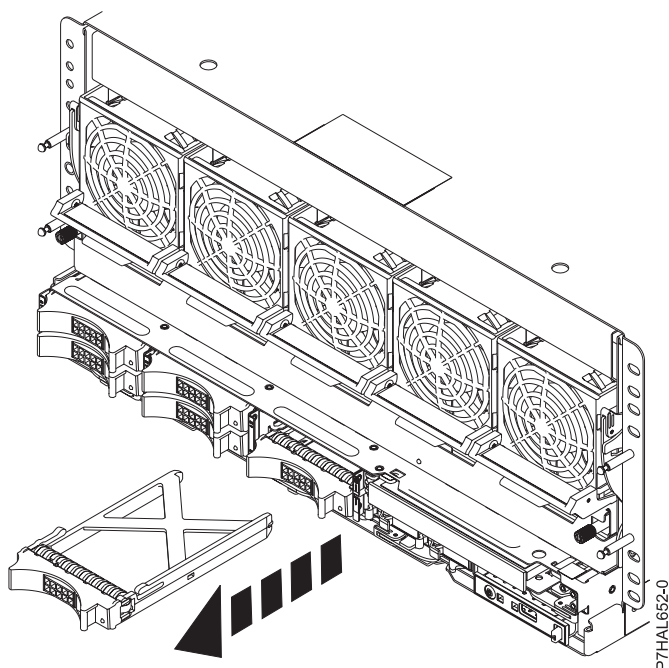

Figura 45. Extracción de un panel de relleno de unidad de disco del sistema
2. Sujete el asa del panel de relleno (A) y extraiga el panel de relleno de unidad de disco de la ranura, como se muestra en Figura 45 en la página 80.